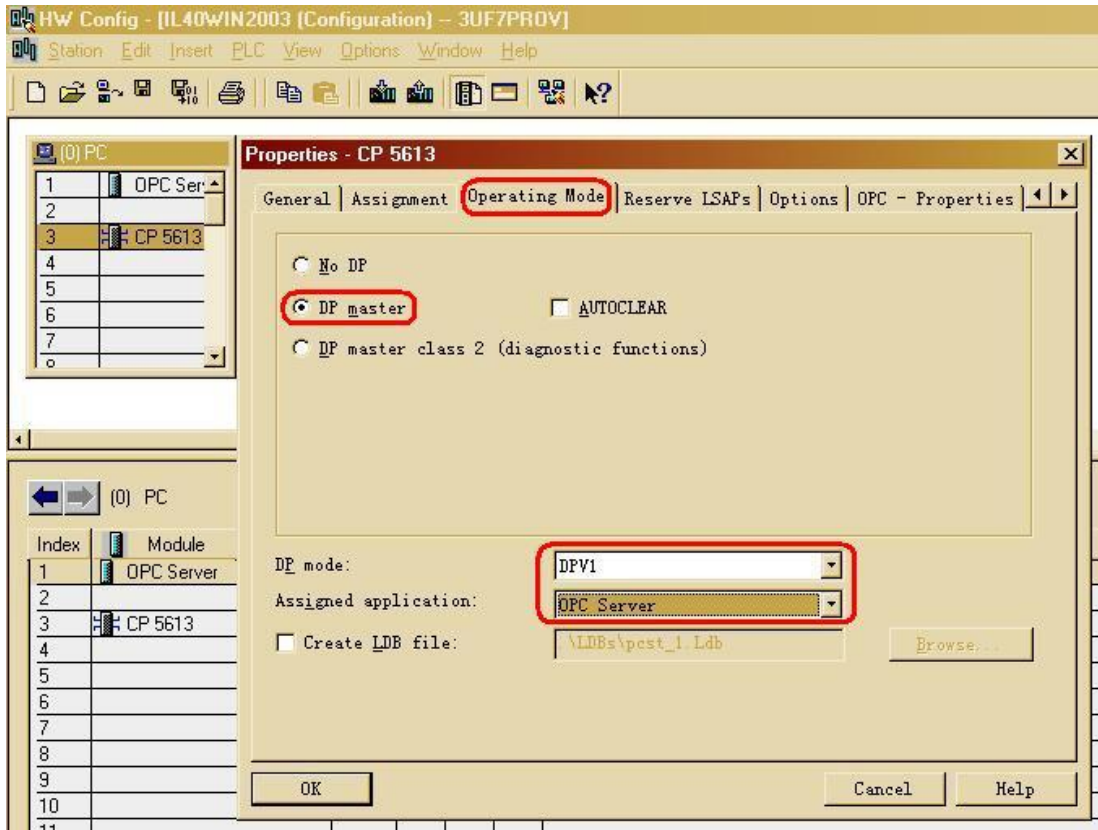

图 4
(B) 在 Operating Mode 中选择 DP Master、DPV1 和 OPC Server，如图 4 所示。